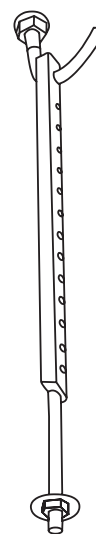

Рис. 4.4
4. Установите четыре монтажных болта (см. рис. 4.4).